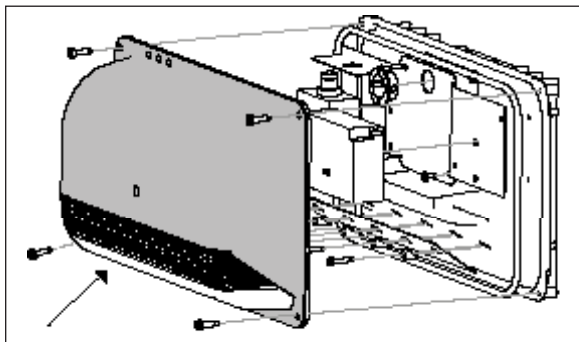

Fig. 1
1. Quite el acrílico removiendo los 4 tornillos (Fig. 1).